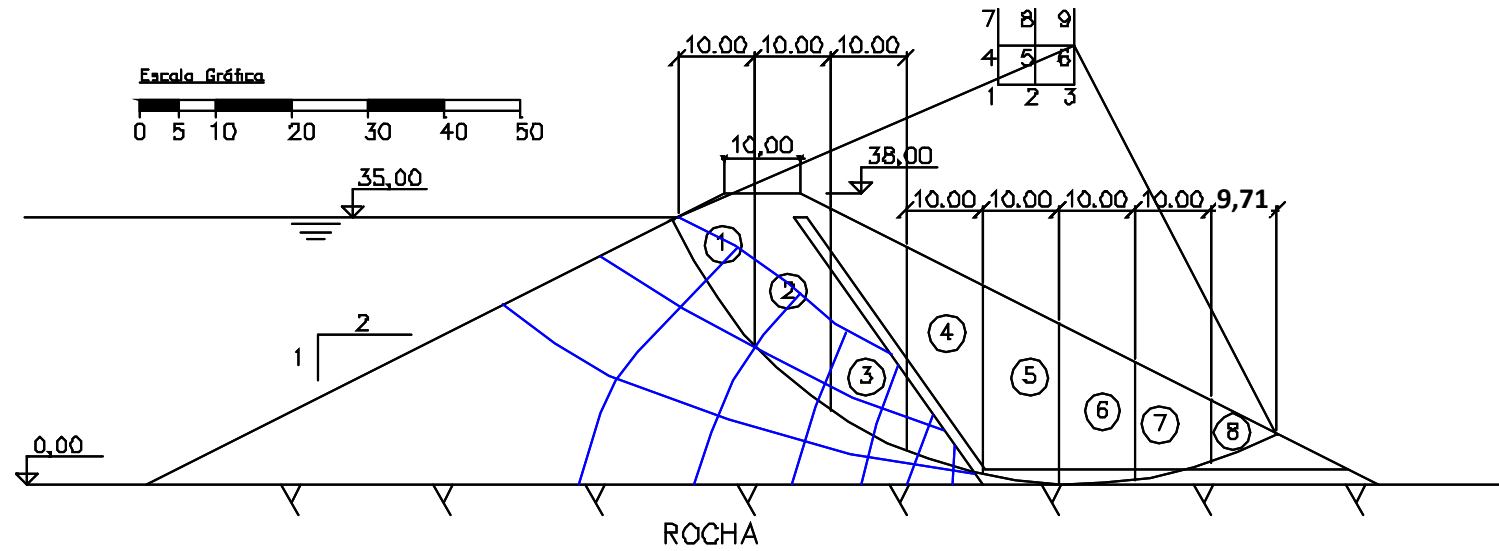

Figura 1
- 1) A estabilidade do talude de jusante da barragem da figura 1 será analisada pelo processo de **Bishop simplificado**. Esse processo pressupõe, com base em observações de muitos escorregamentos em taludes desse tipo, superfície de escorregamento cilíndrica (traço circular na seção transversal). **O solo do aterro compactado permite dissipação rápida das sobrepensões neutras geradas pela deformação, de modo que as únicas pressões neutras a serem consideradas na análise de estabilidade são as de percolação (regime permanente). Por isso os parâmetros c' e ϕ' para definir a resistência.** A condição a ser analisada é a de operação, com o NA indicado no reservatório e percolação representada pela rede de fluxo esquemática. Para resolver a equação de Laplace utilizou-se um programa de elementos finitos com uma **malha relativamente grosseira** e rede de fluxo interpolada a partir dessa solução numérica. **Por isso não estão rigorosamente satisfeitos os requisitos conceituais de uma rede de fluxo** (reestudar percolação e fluxo!). No entanto, a aproximação é suficiente para a estimativa das pressões neutras (e das vazões, se necessário). Pesos específicos e parâmetros de resistência dos materiais da barragem estão relacionados na tabela abaixo.
- Qual a diferença entre a **cunha** de escorregamento (completa, sem lamelas) do exercício 1 (figura 1) e aquela dos taludes íngremes? Se precisar, consulte a coleção de exercícios correspondente ou o *slide* da apresentação disponível no **Moodle**.